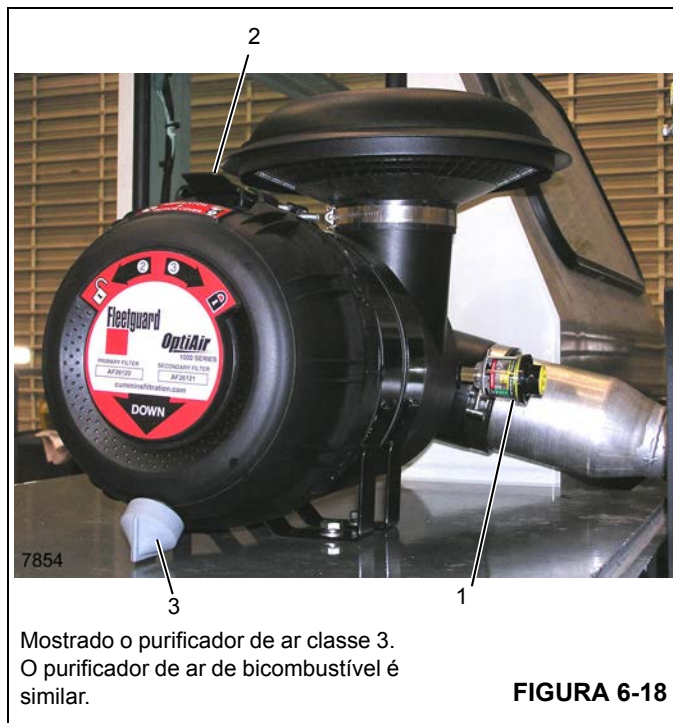

FIGURA 6-18
O purificador de ar Classe 3 e bicombustível está equipado com um indicador de obstrução (1, Figura 6-18) que dá uma indicação visual de quando é o momento de trocar os elementos do filtro de ar.
5. Reinicie o indicador de obstrução (Figura 6-18) pressionando para dentro o botão reiniciar.
Comprima o reservatório de pó (3, Figura 6-18) para remover qualquer acúmulo de pó ou detritos.